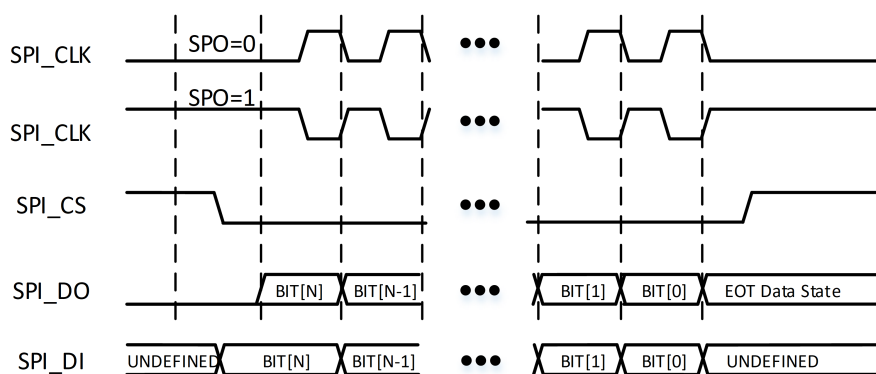
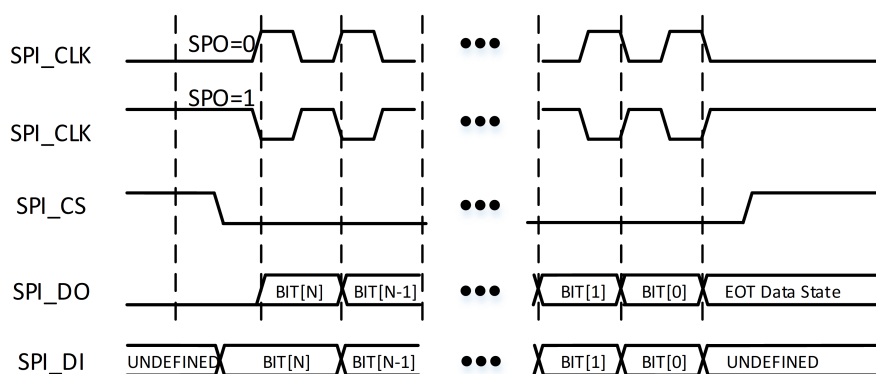

图 7-3: SPH 为 0 时的 SPI 通信
图 7-4: SPH 为 1 时的 SPI 通信
- SPI 格式 SPI 是全双工同步串口通信协议, 根据 TOP_CTRL 寄存器中 SPO 和 SPH 的设置分为四种子模式。SPO 设置 SPI 控制器没有使能或是能后处于 IDLE 状态时候的 SPI_CLK 的极性, 当 SPO 为 0 时, SPI_CLK 极性是低电压, 第一个边沿是上升沿; 当 SPO 为 1 时, SPI_CLK 极性是高电压, 第一个边沿是下降沿。SPH 设置驱动数据的时钟沿以及采样数据时钟沿的时序, 当 SPH 为 0 时 SPI 控制器从 SPI_CLK 的第一个边沿开始采样 SPI_DI 上的数据, 从 SPI_CLK 的第二个边沿开始驱动 SPI_DO (SPI_DO 上默认是待发送数据的 MSB); 当 SPH 为 1 时 SPI 控制器从 SPI_CLK 的第一个边沿开始驱动 SPI_DO, 从 SPI_CLK 的第二个边沿开始采样 SPI_DI 上的数据。具体通信时序见图 7-3 和图 7-4。
下面结合图7-3以 SPH=0 和 SPO=0 的情况描述 SPI 协议通信过程。当 SPI 控制器没有使能或使能后处于 IDLE 状态时, SPI_DO 处于低电平, SPI_CS 处于高电平, SPI_CLK 处于低电平。SPI_CS 信号拉低开始一次数据传输, 并在该帧数据传输完成以前 SPI_CS 一直维持低电平。半个 SPI_CLK 周期后, 将该次传输数据的 MSB 驱动到 SPI_DO 上, 再过半个 SPI_CLK 周期, SPI_CLK 拉高开始第一个上升沿并采样 SPI_DI。在该次传输所有数据传完之前, SPI_CLK 按设定的频率持续翻转。完成最后一次采样后 SPI_CLK 回归低电平, 再过半个 SPI_CLK 周期, SPI_CS 拉高结束本次传输。